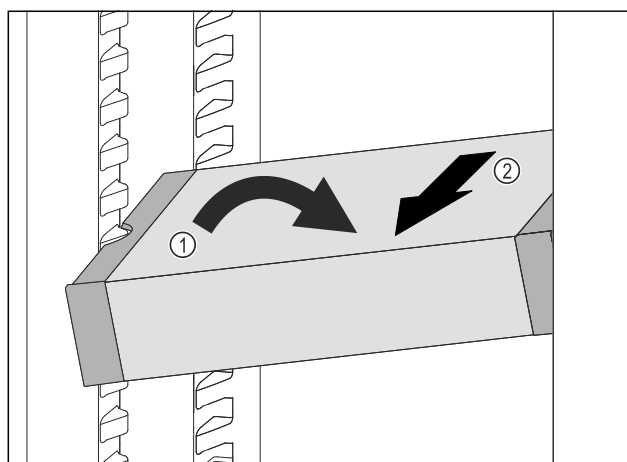

Fig. 114
- ▶ VarioSafe ustawić w chłodziarce pod skosem. Fig. 114 (1)
- ▶ VarioSafe wyjąć do przodu. Fig. 114 (2)